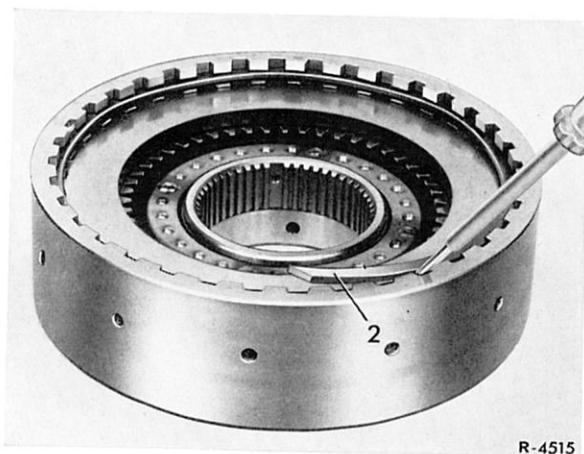

Bild 27-3/1
1 Sprengring (2) mit einem Schraubenzieher aus der Nut herausdrücken und herausnehmen (Bild 27-3/1).